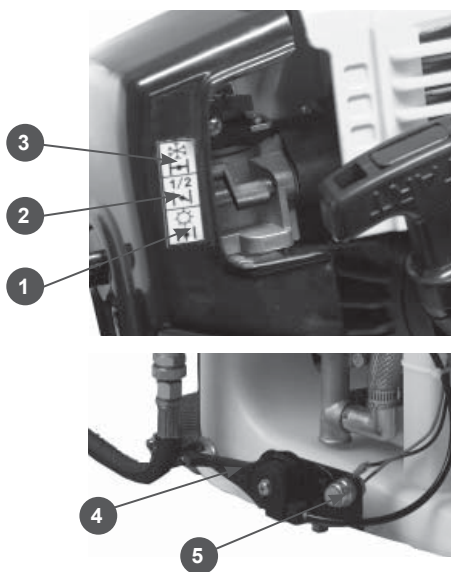

Рис.3
2. Закройте воздушную заслонку. Для этого рычаг заслонки переведите в положение(3) Рис.3.
3. Рычаг газа (4) Рис.3 переведите в среднее положение.
6. После первого «хлопка» в глушитель переведите рычаг воздушной заслонки в среднее положение(2) Рис.3.
8. После запуска двигателя откройте воздушную заслонку. Для этого переведите рычаг воздушной заслонки в положение(1) Рис.3.
9. Рычаг газа(4) установите в нижнее положение. Прогрейте двигатель на холостых оборотах в течение 3-5 минут.
Для остановки двигателя рычаг газа переведите в нижнее положение и дайте поработать двигателю на холостых оборотах без нагрузки в течение 20-30. Затем кнопкой выключения зажигания (5) Рис.3 заглушите двигатель.